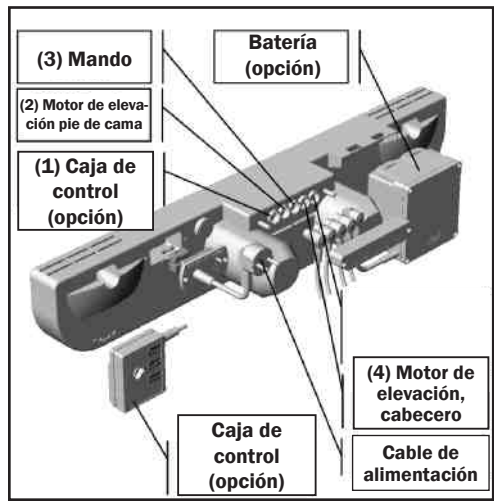

Fig. 11
2. Realice las conexiones conforme al siguiente esquema. (Fig. 11)